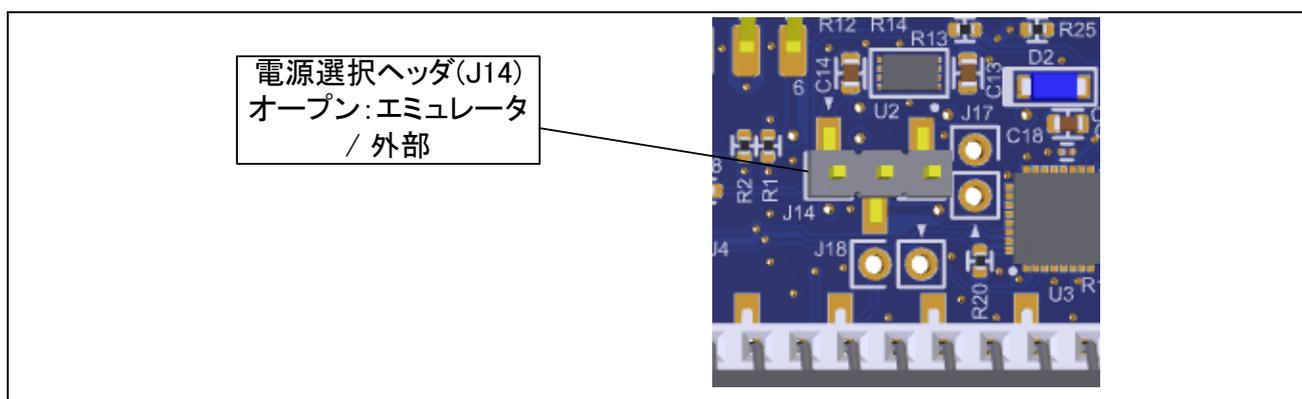

図 5-20: エミュレータ/外部電源使用時のヘッダ設定
- ・ J14 オープン：エミュレータ/外部電源供給を選択。(図 5-20)